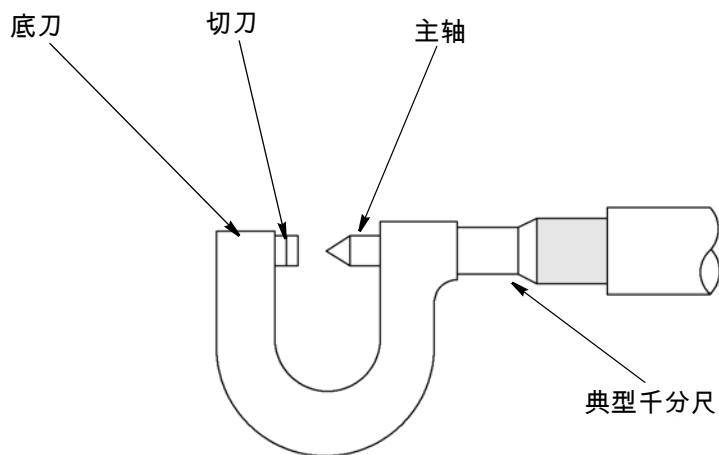
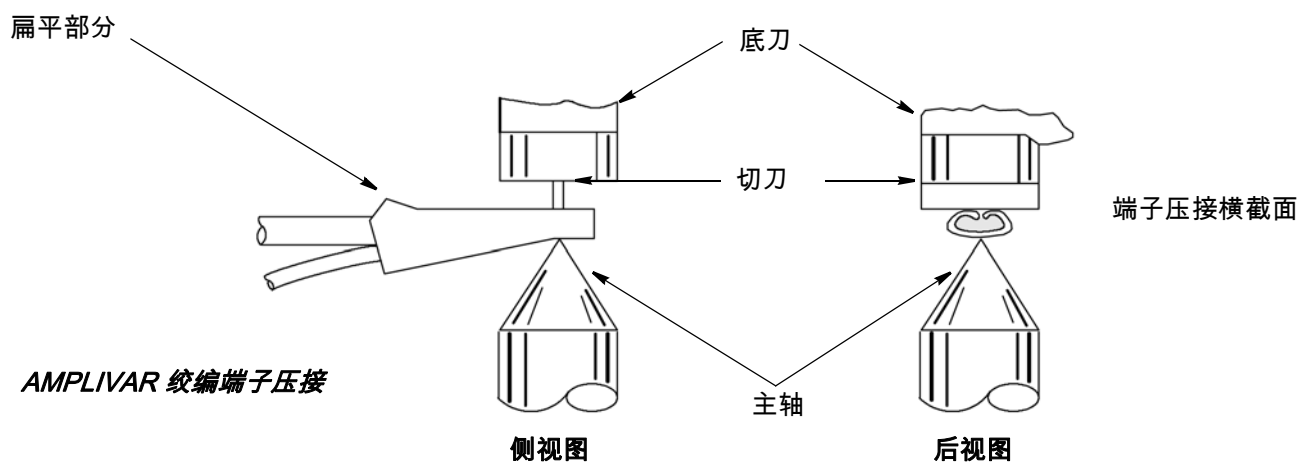

图 18
图 19
2. 使用图 18 所示的压接高度千分尺测量端接的压接高度（如图 19 所示）。压接高度必须在针对所用端子类型和线径规定的测量值 $\pm 0.08 \text{ mm}$ [$\pm 0.003 \text{ in.}$] 以内。您可以从 TE 现场服务代表处获得相应的测量值。